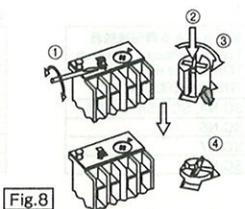

Fig.8
- 手動リセットから自動リセットに切換える時は、①細いマイナスドライバなどを表示カバーの溝に入れ、ストップを削除してください。②リセット棒を押しながら、③時計方向に止まるまで回して、④のように保持されることを確認してください。(Fig.8)
- To change over from manual reset mode to automatic reset mode, break off the stopper of the indication cover. Turn the reset button to the right while pushing. To return to manual reset mode, turn the reset button to the left. (Fig.8)
- 从手动复位切换为自动复位时，①请将小号一字螺丝刀插入指示面板的槽线中，解除挡块。②按下复位按钮，③同时朝顺时针方向旋转直至停止，请确认复位按钮是否如图④的状态。(Fig.8)